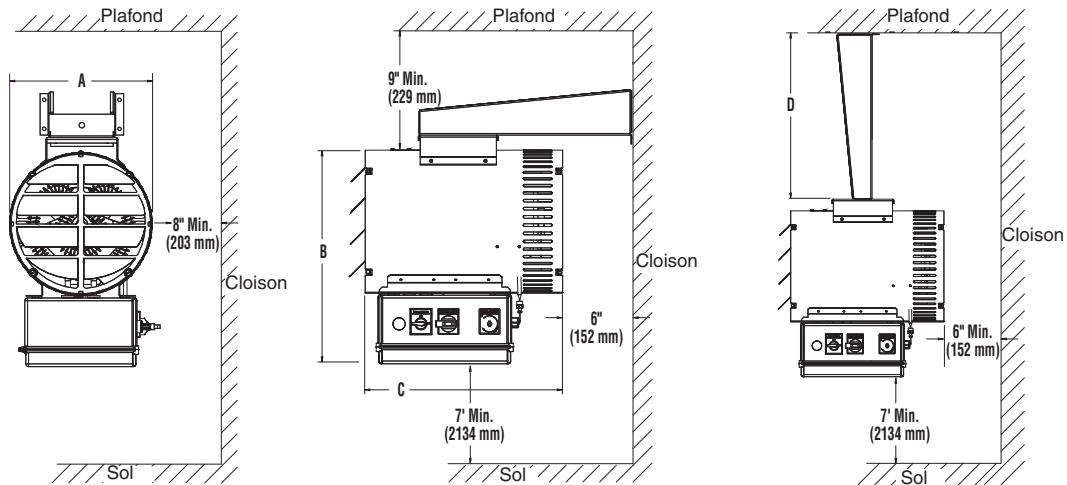

Figure 2
7. Gardez au moins 5' (152,4 cm) d'espacement sur l'avant du radiateur. Référez-vous à la Figure 2 pour les besoins en espacement sur les côtés, en haut et en bas.
- Pour des hauteurs de plafond de 12 pieds (365,8 cm) ou moins, la hauteur de montage maximale est déterminée par l'utilisation du support de montage offert avec ces radiateurs. L'écartement par rapport au plafond doit être au moins de 9" (22,9 cm). (Voyez la Figure 2).
- Dans tous les cas la hauteur de montage minimale est de 7 pieds (213,4 cm) du sol au dessous du radiateur. (Voyez la Figure 2).
- Écartement par rapport à des parois adjacentes (Voyez la Figure 2).